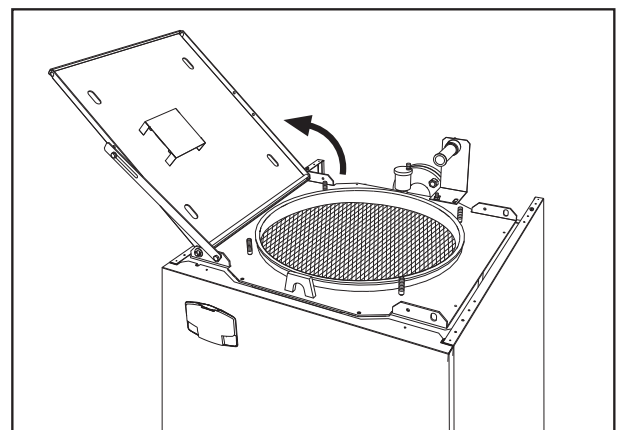

fig. 33
5. Aprire la porta bruciatore (fig. 33).